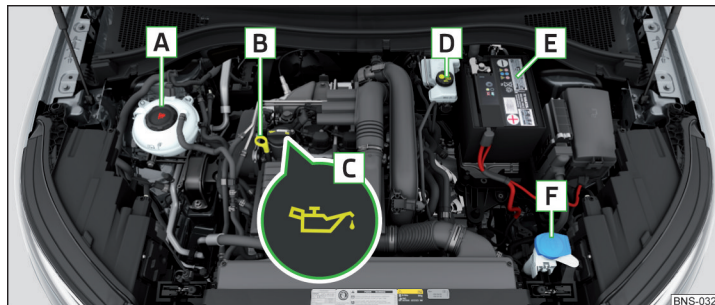

Abb. 323 Anordnungsbeispiel im Motorraum
- › Den Deckel der Motoröleinfüllöffnung **C** abschrauben » Abb. 323 auf Seite 290.